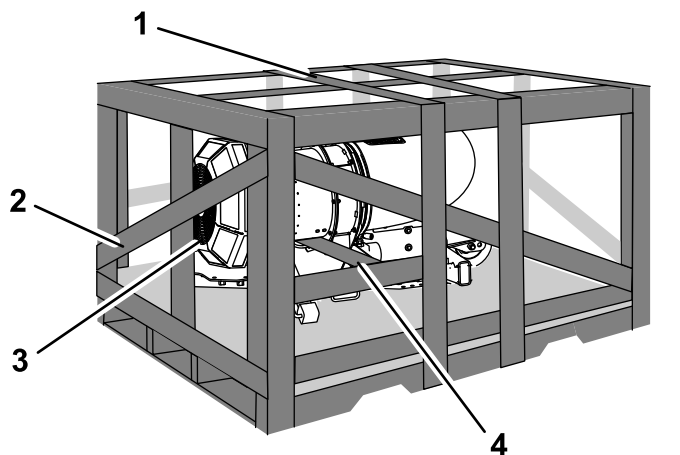

Figura 3
1. Retire la parte superior del embalaje (Figura 3).
2. Retire el extremo del embalaje situado junto a la parte superior de la máquina (Figura 3).
3. Retire la tabla situada debajo de la carcasa del soplador (Figura 3).